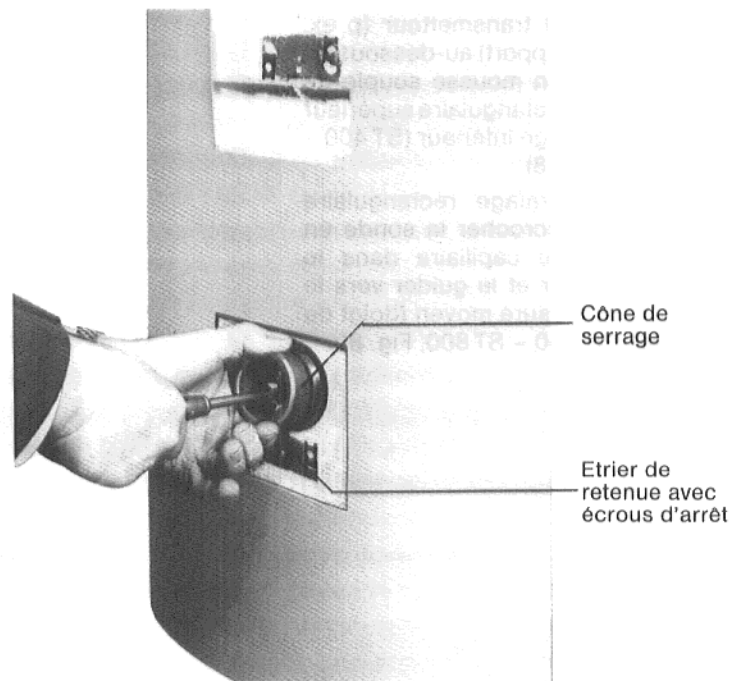

Fig. 4
7. Visser le cône de serrage à la main (Fig. 4).